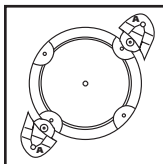
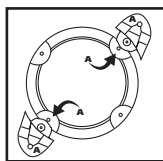

FIGURA 3
FIGURA 4
3. Con la parte frontal de la entrada del depósito mirando hacia usted, tome las bases de la rueda marcadas con la letra **A**, **FIGURA 3**, e inserte el vástago de la base de la rueda dentro de los orificios en la parte frontal izquierda y posterior derecha del depósito también marcados con la letra **A**. **FIGURA 4**.